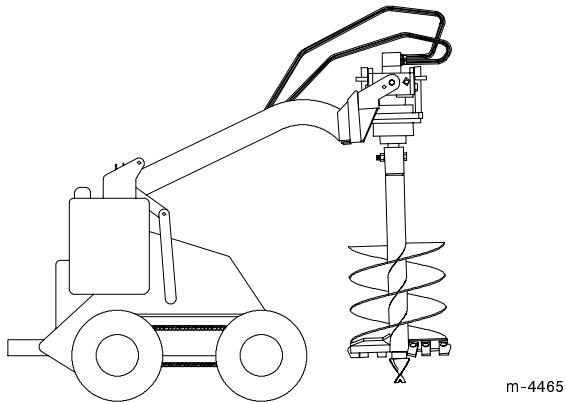

Abbildung 9
14. Den Bohrer vom Boden abheben (Abb. 9).
15. Wenn der Bohrer senkrecht ist, die Zusatzvorrichtungsplatte nach hinten kippen, bis der Antriebskopf die Platte berührt, damit der Bohrer stabilisiert wird und nicht frei hin- und herschwingen kann (Abb. 9).